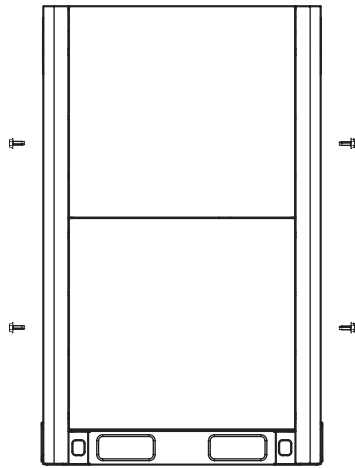
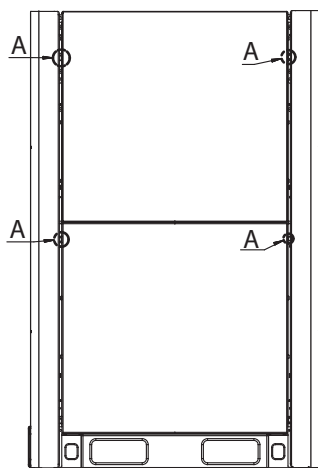
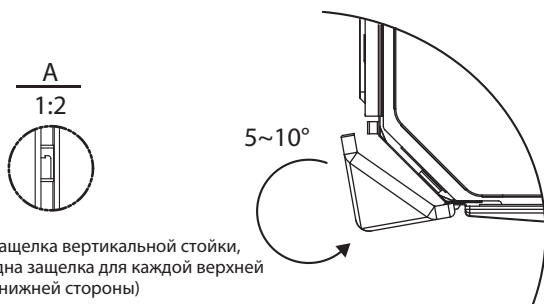

Рис. 4-15
Рис. 4-16
Рис. 4-17
1. Сначала снимите переднюю левую и правую вертикальную стойку: выкрутите четыре винта левой и правой вертикальной стойки (рис. 4-15), затем поверните вертикальные стойки и поднимите их на расстояние 2 мм (рис. 4-16 и рис. 4-17) для снятия левой и правой вертикальной стойки.